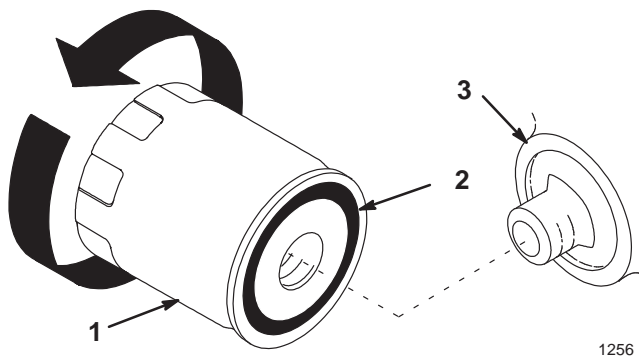

Abbildung 22
2. Den alten Filter entfernen und die Dichtungsfäche des Filteradapters (Abb. 22) abwischen.
3. Eine dünne Schicht neues Öl auf die Gummidichtung am Austauschfilter geben (Abb. 22).
4. Den Austauschölfilter am Filteradapter anbringen. Den Filter im Uhrzeigersinn drehen, bis die Gummidichtung den Filteradapter berührt. Dann den Filter um eine weitere 1/2 Umdrehung festziehen (Abb. 22).